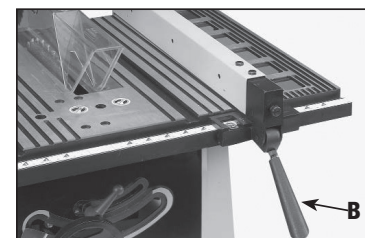

Fig. 26
3. A guia de corte normalmente fica no lado direito da bancada da serra. Eleve a alça de trava (B) Fig. 26 e posicione a guia de corte na bancada. Para travar a guia, empurre o punho para baixo (B) Fig. 26.